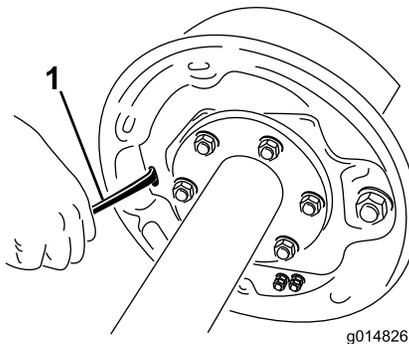

図 51
4. 通常のねじ回しを使って、アジャスタ・アセンブリのスターホイールを回してブレーキシューを外側に開く（図 51）。